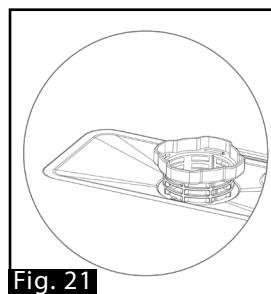

Fig. 21
2. Retirer en même temps le filtre en acier inoxydable (Fig. 21).